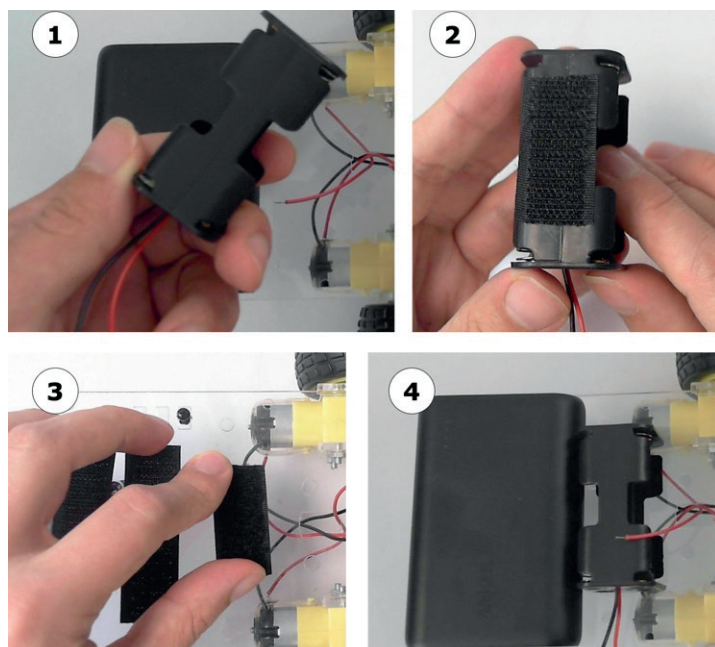

Рис. 6.31. Установка батарейного блока
Батарейный блок для питания двигателей мы также закрепим с помощью «липучки». Для нас важно, чтобы его можно было снять и заменить батареи, и в этом случае «липучка» – отличный вариант. На рис. 6.31 показано, как установить батарейный блок.
3. Другую сторону ленты наклейте на робота в том месте, где вы хотите установить батарейный блок (на рис. 6.31 USB-аккумулятор снят для наглядности, и делать этого не нужно).